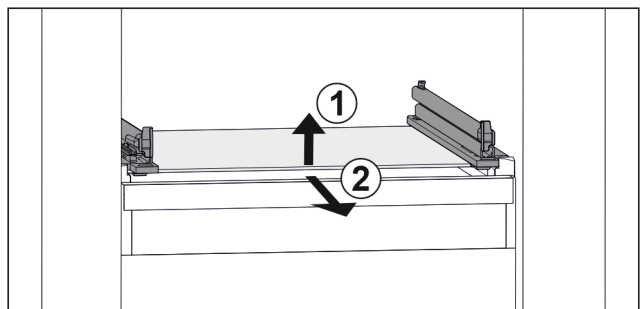

Fig. 131 Примерно изображение на стъклената плоча
- ▶ Повдигнете стъклената плоча отпред. *Fig. 131 (1)*
- ▶ Извадете стъклената плоча напред. *Fig. 131 (2)*